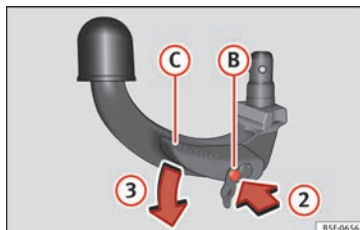

Fig. 234 Étape 2 :
- Appuyez sur la broche de déverrouillage ⑨ dans le sens de la flèche ② et appuyez simultanément sur le levier ⑦ dans le sens de la flèche ③ jusqu'à la butée » fig. 234.